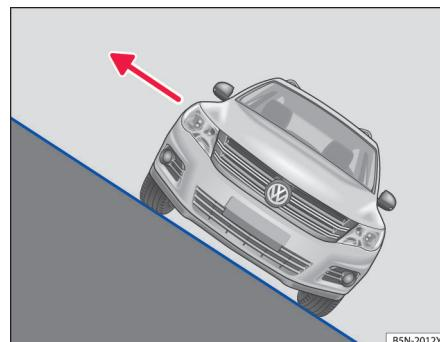

图 153 在陡坡上，您应该沿着山坡向上打开车门以走出车辆
当横越山坡时，车辆停止了，您和乘客不得不离开车辆，所有乘客必须使用朝向上坡的车门离开车辆⇒图 153。这必须遵照执行，即使很难打开车门⇒⚠。
- 当在陡坡边横向驻车时，乘客不要从朝下坡打开的车门离开车辆。这可能造成重心移动。车辆可能会侧翻或翻滚，并滚下山坡。这可能导致严重伤害。为此，您和乘客应该从朝上坡打开的车门离开车辆⇒图 153。